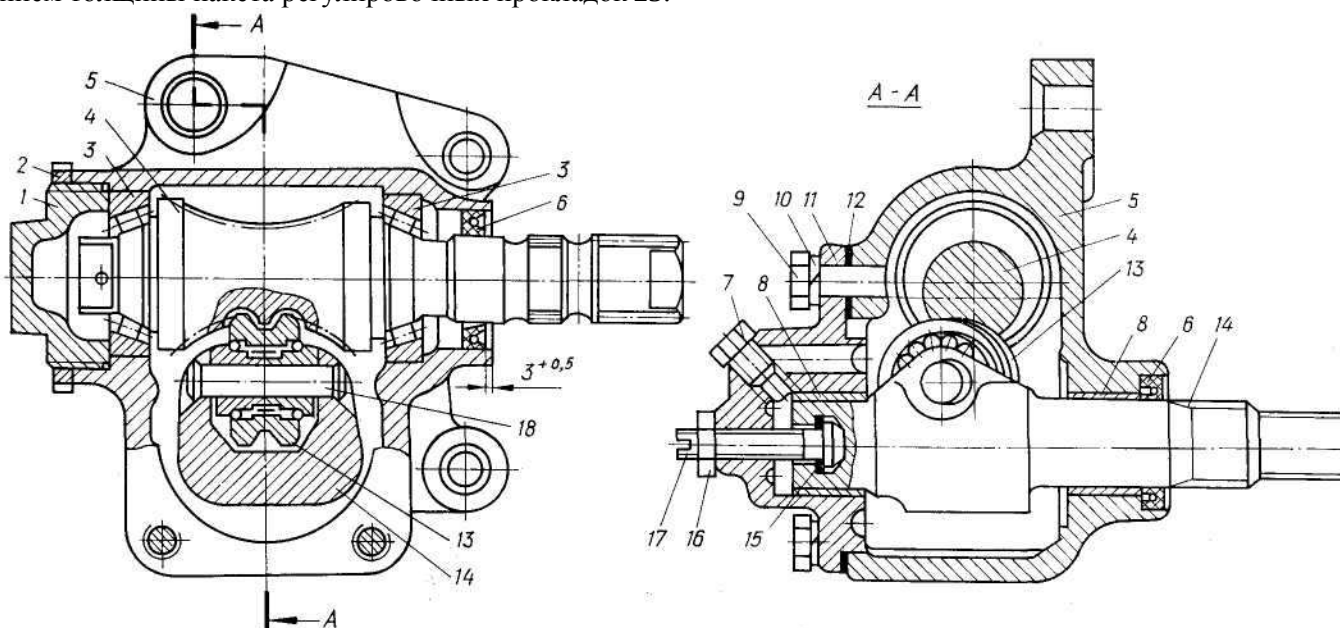
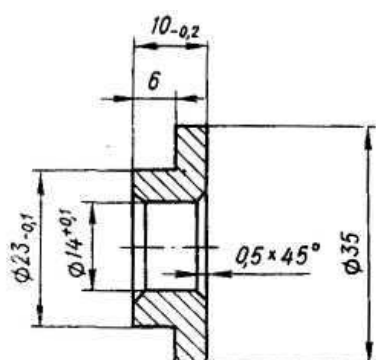

Рис. 188. Механизм рулевой (без вала, опоры вала и рулевого колеса):
Рис. 190. Оправка для запрессовки сальников в картер рулевого механизма
Рулевой механизм собран в картере 5 (рис. 188), отлитом из ковкого чугуна, и крышке 11. В расточках картера и крышки посажены червяк 4 (вал ведущий) на двух конических подшипниках 3 и вал сошки 14 (вал ведомый) с двухгребневым роликом 13 на бронзовых втулках 8. Зазор в сопряжении конические подшипники — червяк регулируется специальной пробкой 1. Зазор в зацеплении червяк — ролик регулируется винтом 17. Под головку регулировочного винта установлена опорная шайба 15 с подбором по толщине для получения сопряжения с минимальным зазором. Шайбы 15 изготавливаются из стали 65Г и закаливаются до твердости 52...56 HRC.
- отверните пробку 7 (рис. 188) и слейте из картера масло;
- запрессуйте с помощью оправки (рис. 190) и ручки (рис. 157) в картер сальники: со стороны рулевого вала по размеру $3^{+0,5}$ мм (рис. 188) и пружиной наружу, и со стороны сошки — до упора и пружиной внутрь картера. Смажьте внутреннюю поверхность и рабочие кромки сальников моторным маслом;
- установите и запрессуйте нижний подшипник. Завинтите пробку 1 (рис. 188) с таким усилием, чтобы вращение червяка от руки стало затруднительным;